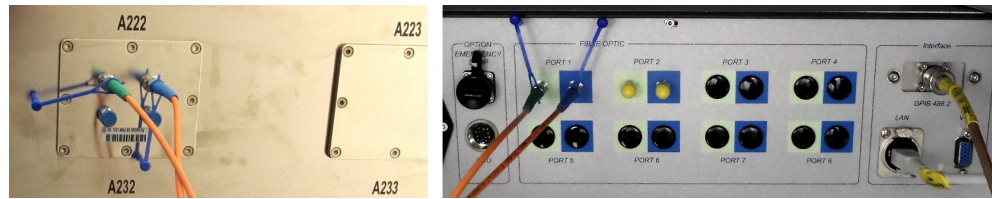

Bild 6-3: Glasfaser-Steueranschlüsse (LWL)
Die farbcodierten (grünen und blauen) LWL-Steueranschlüsse in **Bild 6-3** beziehen sich auf die Sende- (TX) bzw. Empfangsrichtung (RX).